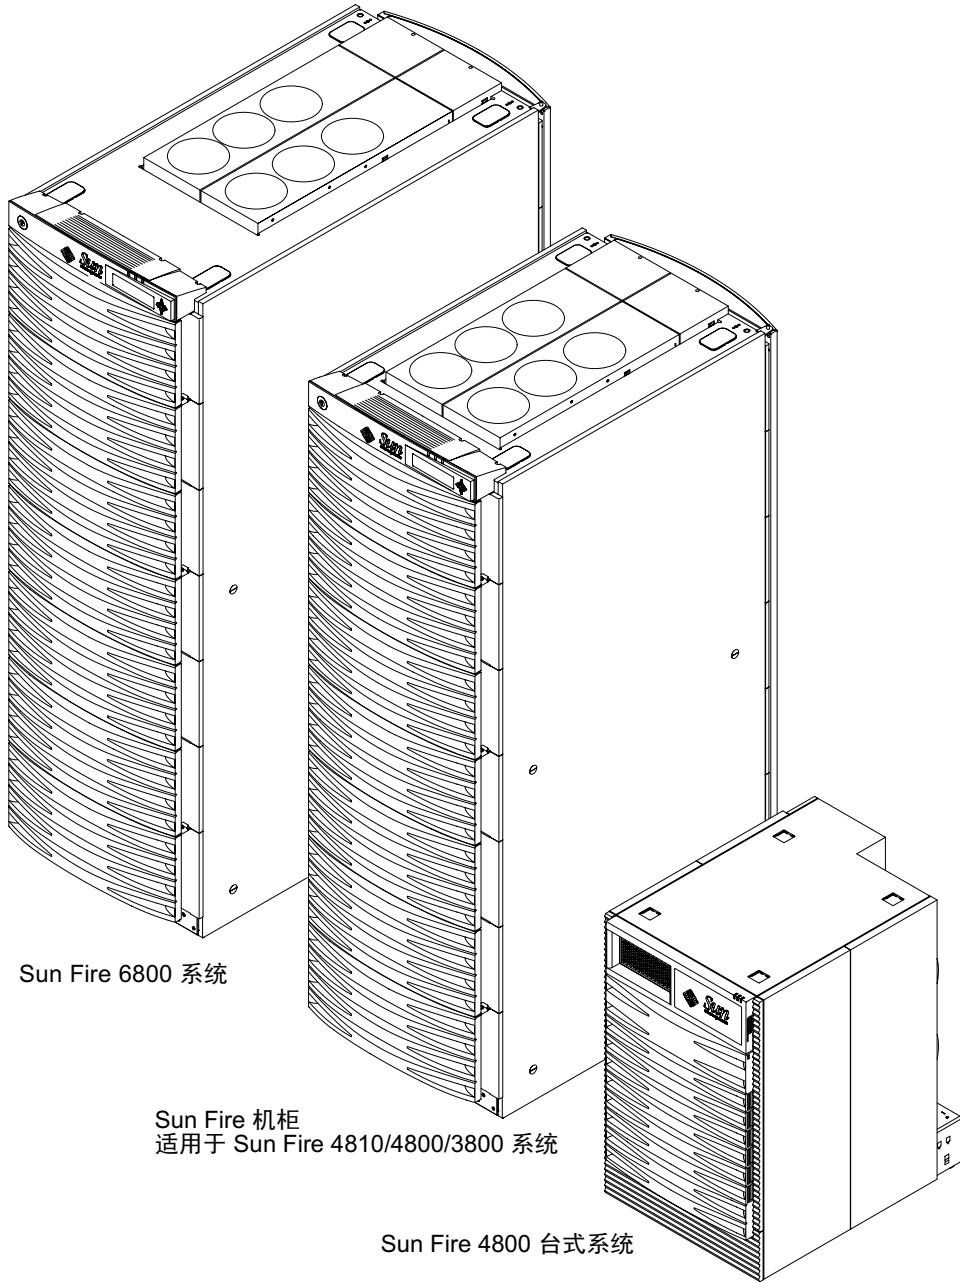

图 1-1 Sun Fire 系统和 Sun Fire 机柜
- 图 1-1 Sun Fire 系统和 Sun Fire 机柜 2